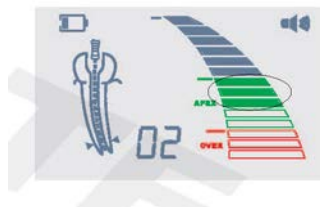

Рис. 9
3.3.4 Включите прибор: если высвечиваются зеленые полосы, прибор работает нормально [Рис. 9].